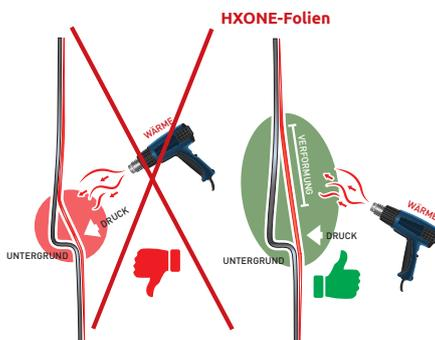

Abbildung 09
- › Die gespannte Folie ist so auf dem Untergrund aufzulegen, dass sie die erhabenen Stellen berührt. (Abb. 09)